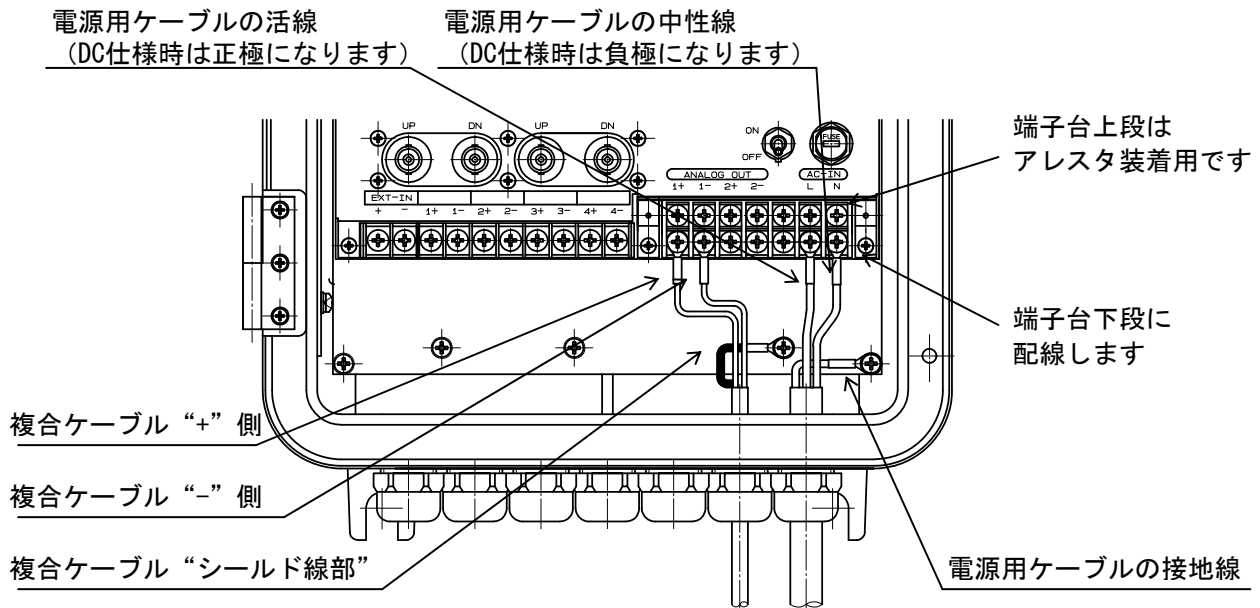
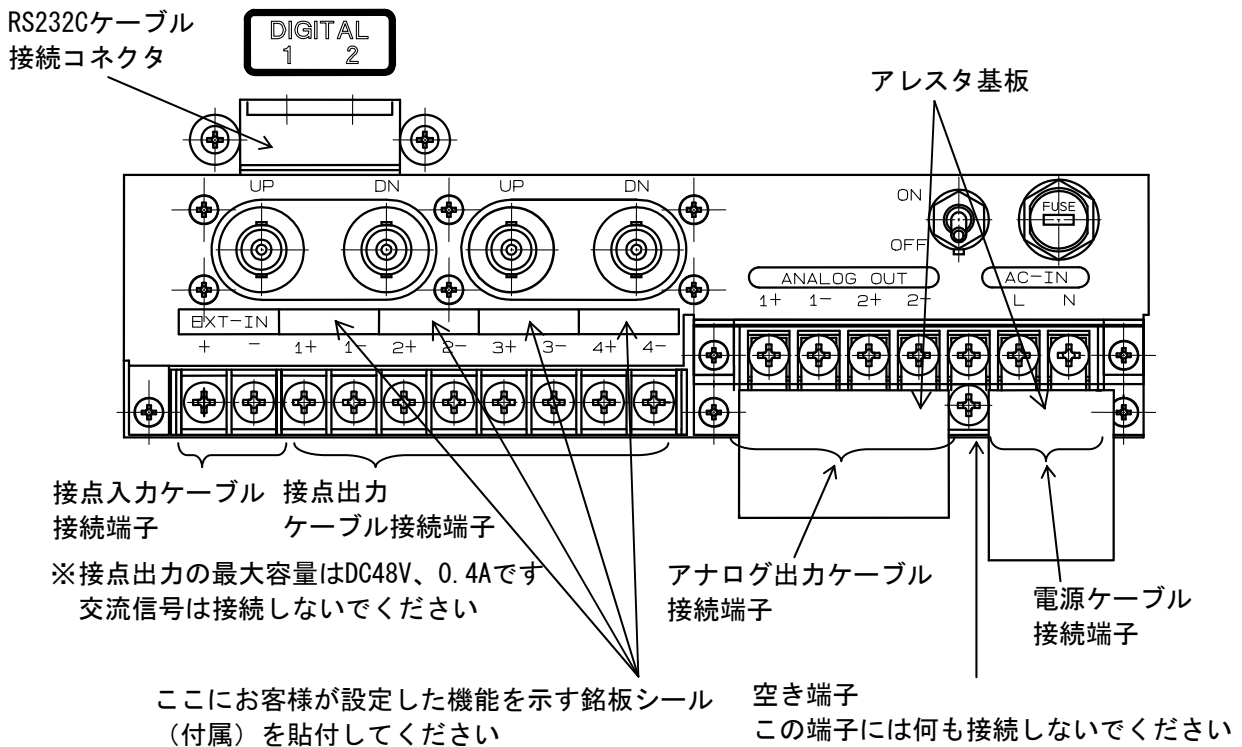

図2-4-2；外部配線（電源、アナログ出力）
図2-4-3；本体内部端子台説明図
- (2) 配線は主電源を落として行ってください。
- (3) 本体と検出器を接続する同軸ケーブルは動力線などから分離し、動力機器に近接することのないような敷設をしてください。
- (4) アレスタ基板（避雷器）は、アナログ出力および電源の端子台上部に設置されています（図2-4-3参照）ので、アレスタ基板を外してから配線を行います。配線後は再度アレスタ基板を取付けてください。
- (5) 本体と外部機器の配線は図2-4-1、図2-4-2、図2-4-3及び表2-1を参照して行ってください。
- (6) 同軸ケーブルは上流側の検出器を本体内スイッチパネルにあるBNCコネクタの“UP”側、下流側の検出器を“DN”側へ接続してください。それぞれの同軸ケーブルのシールド線は本体ケースへ接続してください。
- (7) 電源は必ず計装用電源を使用し、動力用電源と共用することは避けてください。
- (8) 電源および信号ケーブルは公称断面積 $0.75\sim 2\text{mm}^2$ 相当かつ、外径 $\phi 7\sim 11\text{mm}$ のケーブルを使用してください。
- (9) 極性に十分注意して配線してください。